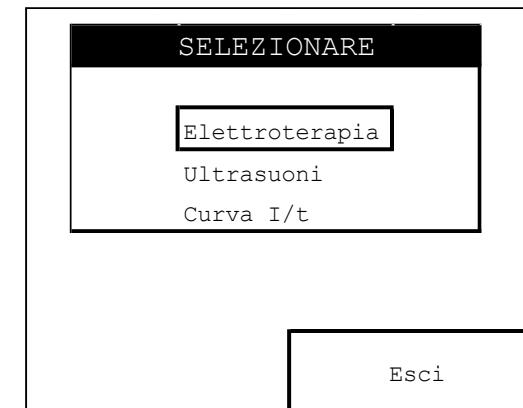
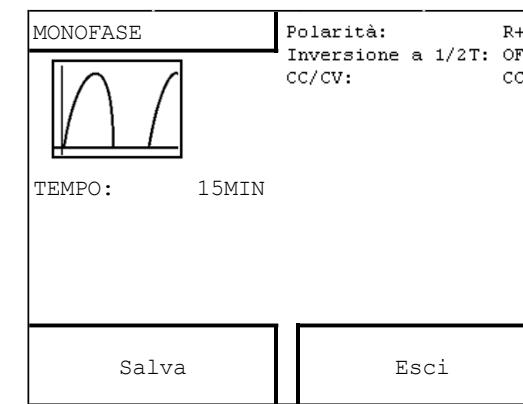
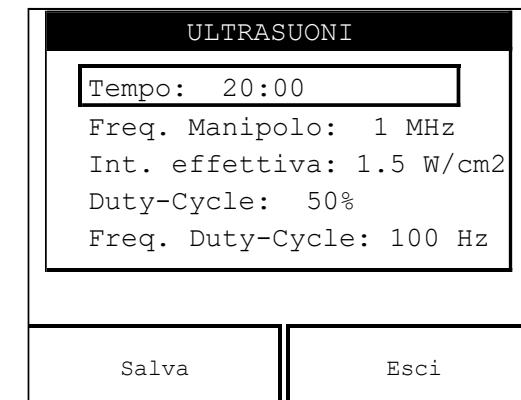

Fig.15
Fig.16
Fig.22
Premendo il tasto funzione relativo al pulsante CREA PROGRAMMI (vedi fig.2) compare la schermata di fig.15.
In corrispondenza della schermata di fig.15 premere la manopola encoder sulla modalità ELETTOTERAPIA: compare la schermata di fig.16.
In corrispondenza della schermata di fig.15 premere la manopola encoder sulla modalità ULTRASUONI: compare la schermata di fig.22.
2. in corrispondenza della schermata di fig.15 ruotare la manopola encoder fino a posizionare il cursore sul menù CURVA I/t;